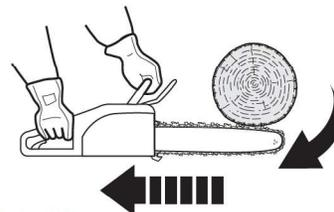

Fig. 36
- > El pinzamiento de la cadena de la sierra (3) a lo largo de la parte superior de la barra guía (4) puede empujar rápidamente la barra guía hacia el operador (Fig.36).